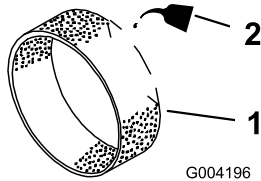

Figura 44
3. Ponga una o dos onzas de aceite en el prefiltro (Figura 44).